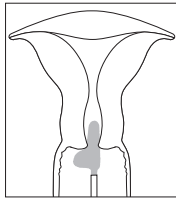

Fig. 1
- Tenendo il tampone floccato per il manico, inserire il puntale del tampone (il segmento lungo della „L” all'interno del canale cervicale, lasciando fuori dal canale cervicale la parte più larga del tampone (il segmento corto della „L”); vedere Fig. 1.